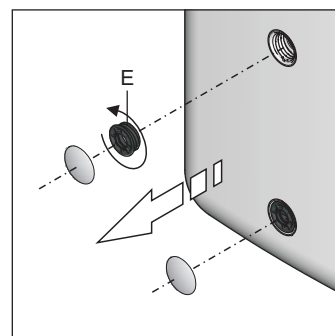

Bild 6-2 Gewindestück heraus-schrauben
- **Bei Verwendung von KFE-Befüllanschluss (Zubehör KFE BA):** Abdeckblende am Handgriff abbauen und Gewindestück (Bild 6-2, Pos. E) aus Speicherbehälter heraus-schrauben.